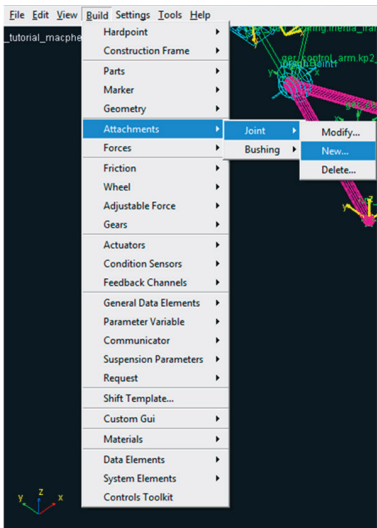

Figura 4.83 – Criando uma nova junta.
- Acesse o menu *Build* → *Attachments* → *Joint* → *New* (Figura 4.83).